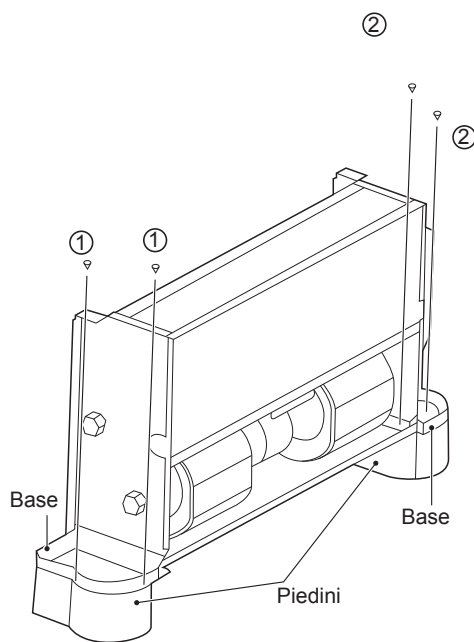

Figura 5-3
I piedini illustrati in Figura 5-3 sono opzionali e sono acquistabili separatamente. Per installarli, procedere come segue:
2. Posizionare i fori di montaggio sulla base dell'unità in modo che combacino con lo spillo di posizionamento del piedino e inserire le viti (1)*2 e (2)*2 per fissare i piedini come illustrato in Figura 5-3.